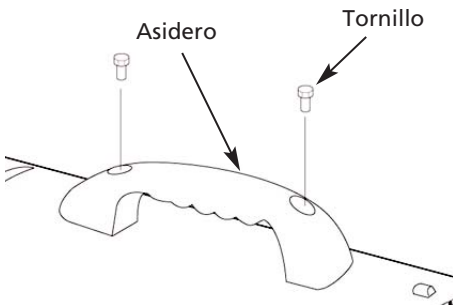

Figura 7 – Instalación del Asidero en el 3VE48B y 3VE49B Únicamente
1. Alinee los orificios en el alojamiento superior con los dos agujeros de montaje en el asidero, como se muestra en la Figura 7.